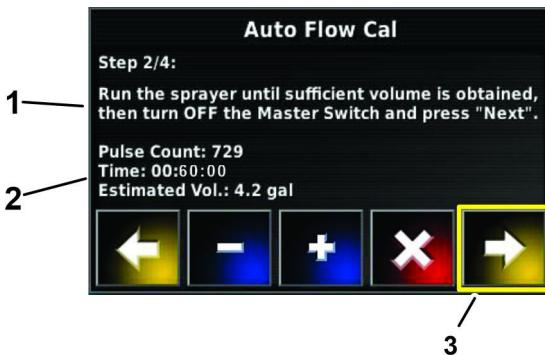
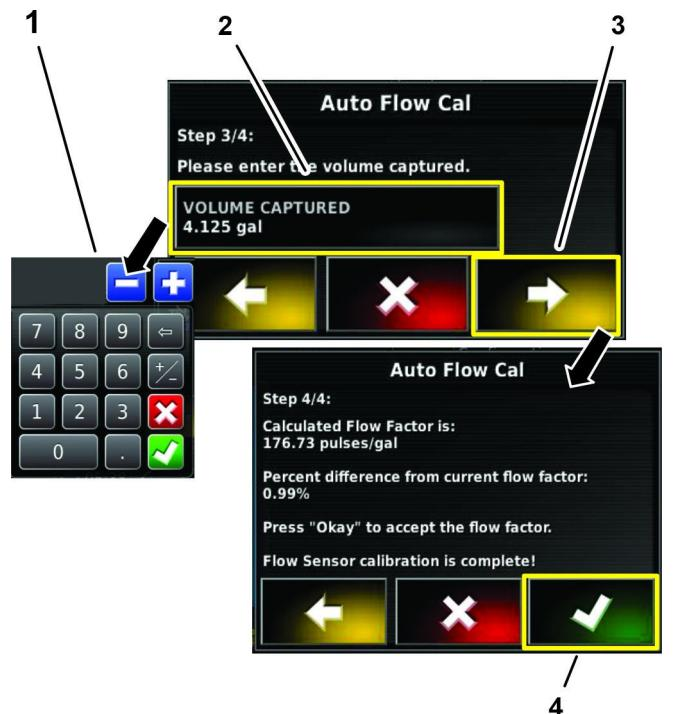

Figura 84
Figura 85
12. Inserite la quantità di liquido calcolata mediante il tastierino (Figura 84 e Figura 85).
13. Confermate il fattore calcolato per la portata (Figura 85).